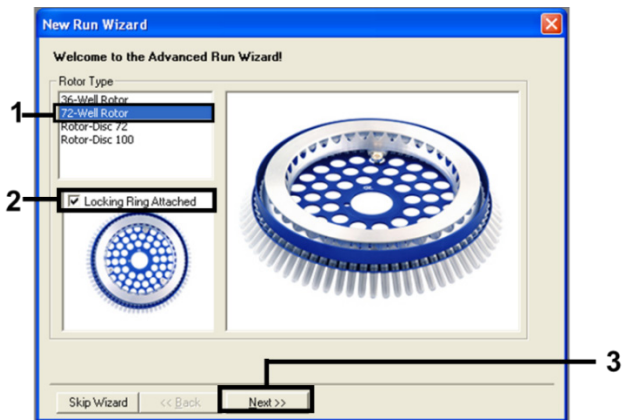

Figura 1. Finestra di dialogo "New Run Wizard" (Procedura guidata nuovo processo).
3. Come tipo di rotore selezionare "72-Well Rotor" ("Rotore a 72 pozzetti"). Confermare che l'anello bloccante è montato selezionando la casella Locking Ring Attached (Anello bloccante applicato). Fare clic su Next (Avanti) (Figura 1).